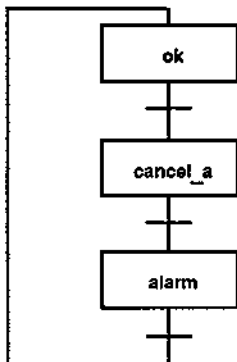

Figure 3-34 Grafset de traitement des erreurs pour l'exemple d'application
La figure 3-34 représente le grafset (SFC) pour le traitement des alarmes machine avec le texte structuré (ST) :